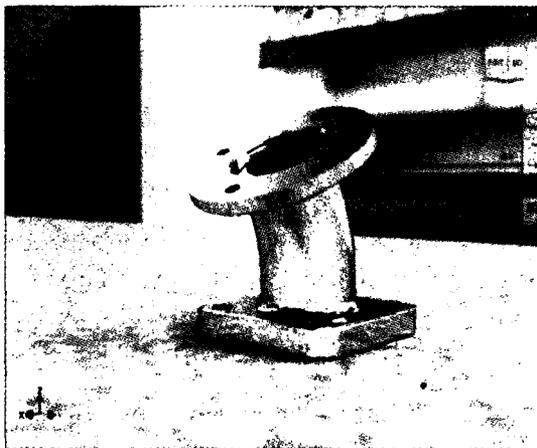

Рис. 1.23. Не существует ничего, что не может улучшить хром
4. Как приятный дополнительный штрих, переключитесь на стиль отображения **Реалистичный**. Результат см. на рис. 1.23.